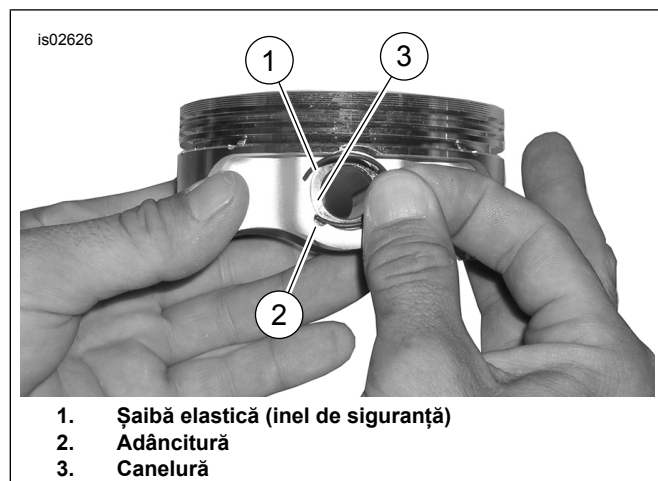

Figura 3. Șaiabă elastică și piston
- Consultați Figura 3 . Introduceți capătul deschis al șaibei elastice (1) în creștătura (2) de pe canelura (3) din jurul pinului pistonului, astfel încât decalajul să fie la poziția 12:00 sau 6:00 pe cadranul ceasului atunci când este montată.